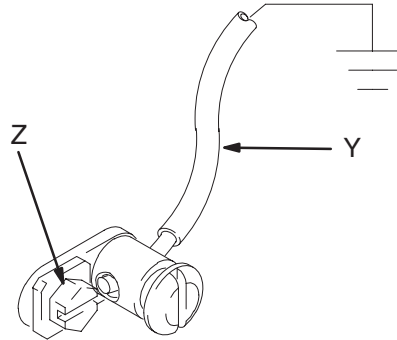

Fig. 1
- **Bomba:** utilice un cable con conexión a tierra y una abrazadera, tal como se indica en la Fig. 1.
Para conectar a tierra la bomba, retire el tornillo de conexión a tierra (Z) e introdúzcalo por el ojo del terminal anular situado en el extremo del cable de conexión a tierra (Y). Vuelva a sujetar el tornillo de conexión a tierra a la bomba y apriételo firmemente. Conecte el otro extremo del cable a una tierra verdadera. Vea la Fig. 1. *Para pedir un cable y una abrazadera de conexión a tierra, pida la ref. pieza 222011.*